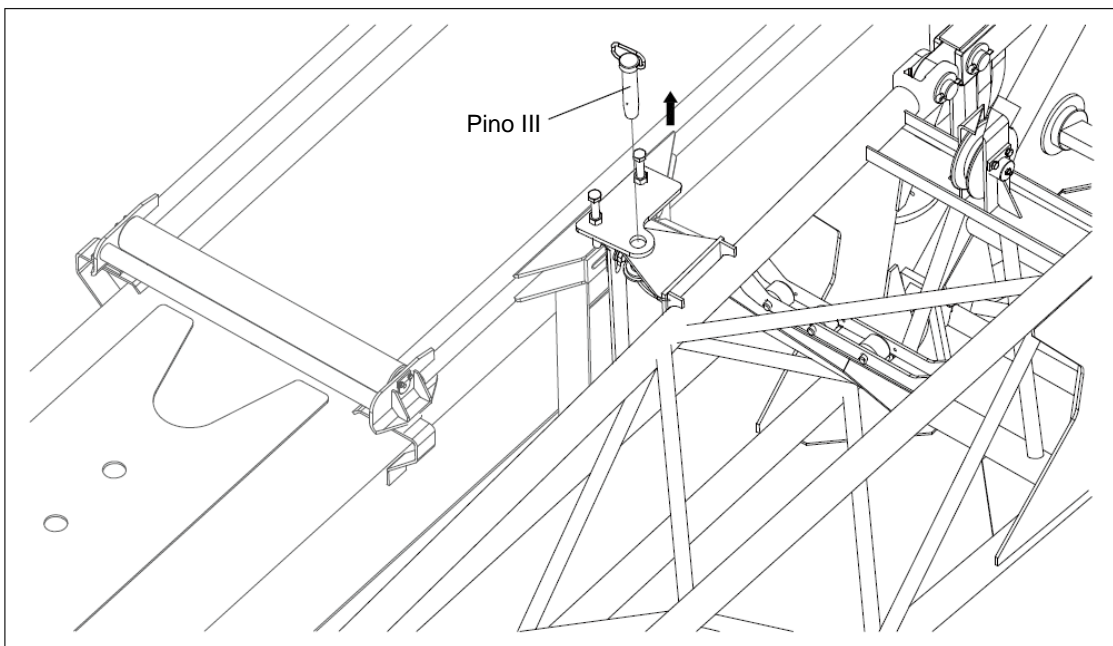

Figura 5-6 Remoção do pino III
- i) Remova o pino III. Consulte a figura 5-6.